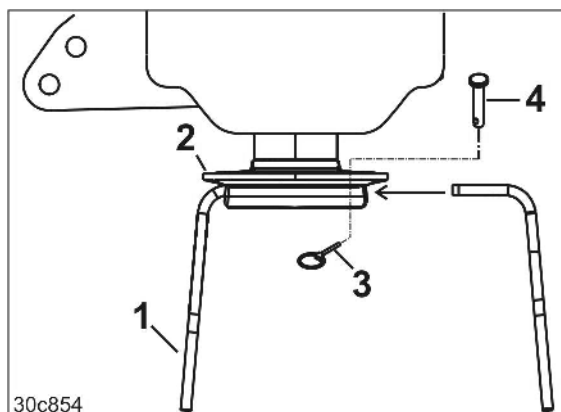

Bild 66
Harvpinnarna (Bild 66/1) sitter fästade i fickorna på pinnhållarna (Bild 66/2).
1. Dra loss låssprinten (Bild 66/3) från bulten (Bild 66/4).
2. Knacka ut bulten (Bild 66/4) uppåt ur pinnhållaren.